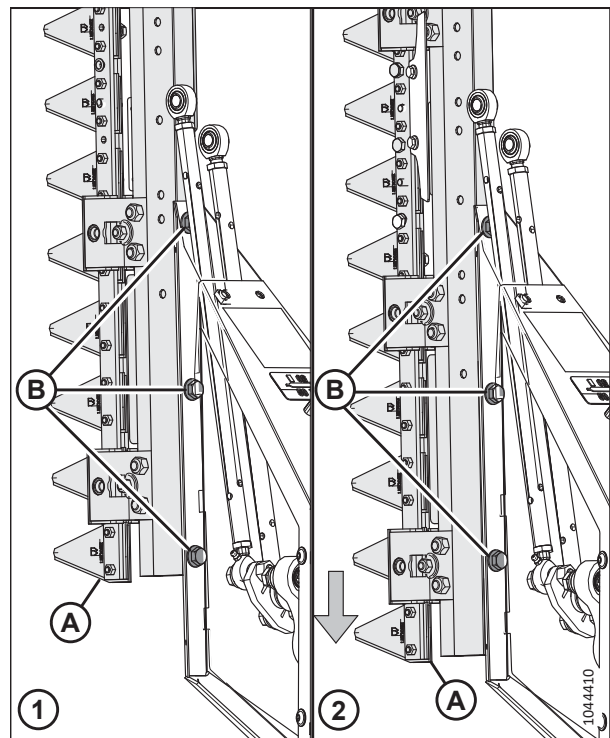

Figura 4.379: Ajustarea poziției cuțitului
13. Sprijiniți ansamblul cuțitului (A).
14. Scoateți bolțurile și șaibele (B). Curățați orice urmă de pastă de fixare a filetelor existentă pe bolțuri.
16. Repoziționați ansamblul cuțitului (A) până când orificiile din configurația corectă se aliniază cu orificiile de pe cadru. Consultați Figura 4.379, pagina 510.
17. Montați bolțurile (B). Strângeți bolțurile cu un cuplu de 54 Nm (40 lbf-ft).